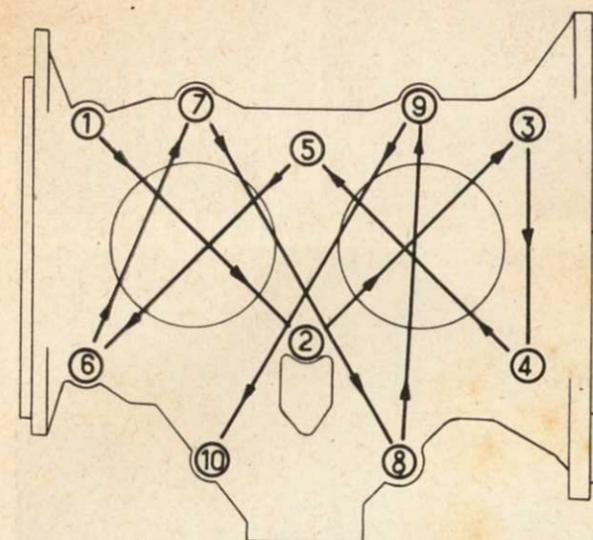

Fig. 17. — Serrage dans l'ordre des boulons des semi-carters
- Serrer ensuite les boulons des semi-carters en procédant progressivement, suivant le croquis fig. 17.